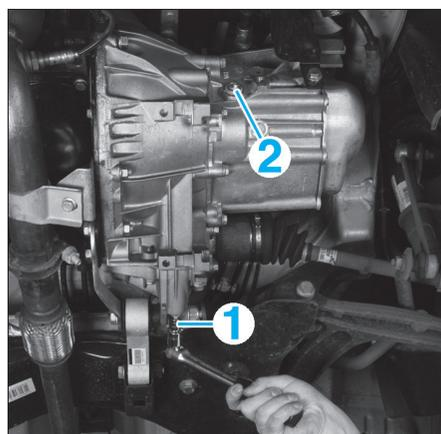

FIG. 1
- Dévisser le bouchon (2) de remplissage et de contrôle du niveau (Fig.1).
- Déposer le bouchon (1) et récupérer l'huile usagée.
- Reposer le bouchon (1) (Fig.1) après écoulement totale de l'huile si celui-ci a été déposé.
- Déposer le bouchon (2) de remplissage et de contrôle du niveau si ce n'est pas déjà fait.